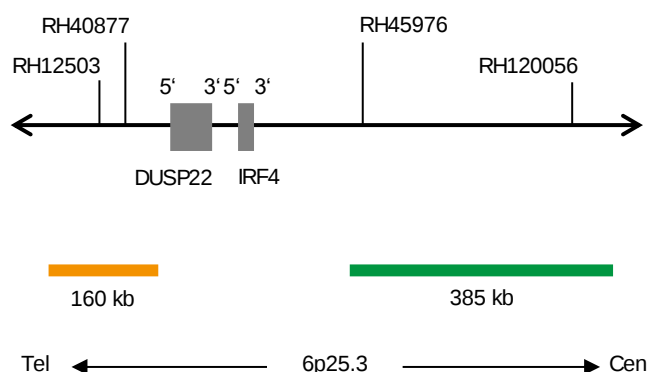

Fig. 1: SPEC IRF4,DUSP22 Mappa della sonda (non in scala)
- Polinucleotidi (~10 ng/μl) marcati con ZyGreen (eccitazione 503 nm/emissione 528 nm), che hanno come bersaglio sequenze mappate in 6p25.3* (chr6:557,233-940,968) prossimali alla regione del breakpoint IRF4,DUSP22 (vedere Fig. 1).
- Polinucleotidi (~4,5 ng/μl) marcati con ZyOrange (eccitazione 547 nm/emissione 572 nm), che hanno come bersaglio sequenze mappate in 6p25.3* (chr6:114,722-273,908), distali alla regione del breakpoint di IRF4,DUSP22 (vedere Fig. 1).